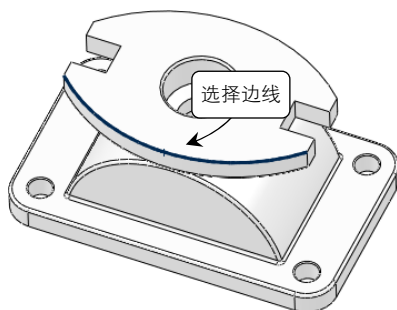
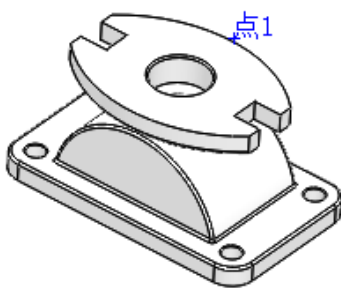

图 3-61 选择的弧线
图 3-62 生成的参考点
- 02 选择零件的弧线，如图 3-61 所示，单击 【确定】按钮，完成创建参考点，如图 3-62 所示。